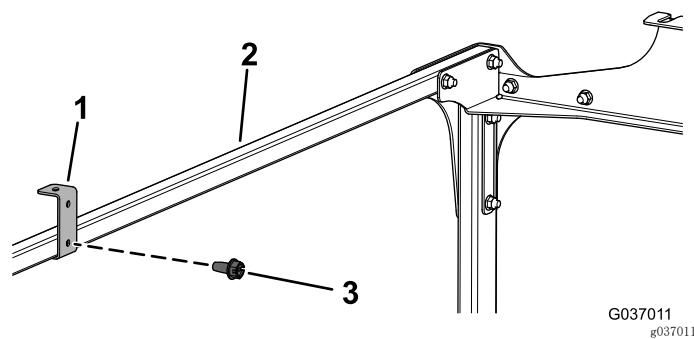

图12
13. 如图12所示，用 2 个自攻螺丝 (1/4 x 1/2 英寸) 将 2 个车顶支架安装到交联管上。